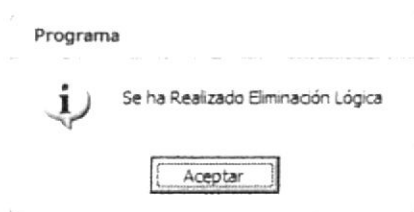

Figura 5.55 Mensaje de Eliminación de Usuarios por Perfil
5. Si se ha realizado la Eliminación aparecerá el mensaje (Ver figura 5.55)